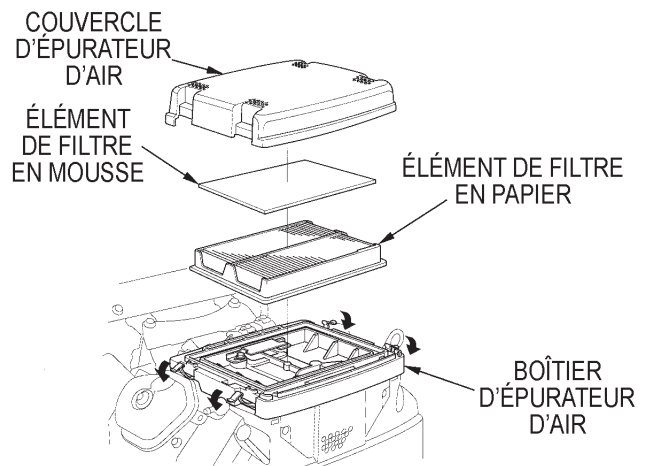

Figure 12. Composants de l'épurateur d'air
- Libérer les quatre languettes de blocage (figure 12) du couvercle de l'épurateur d'air et retirer le couvercle.